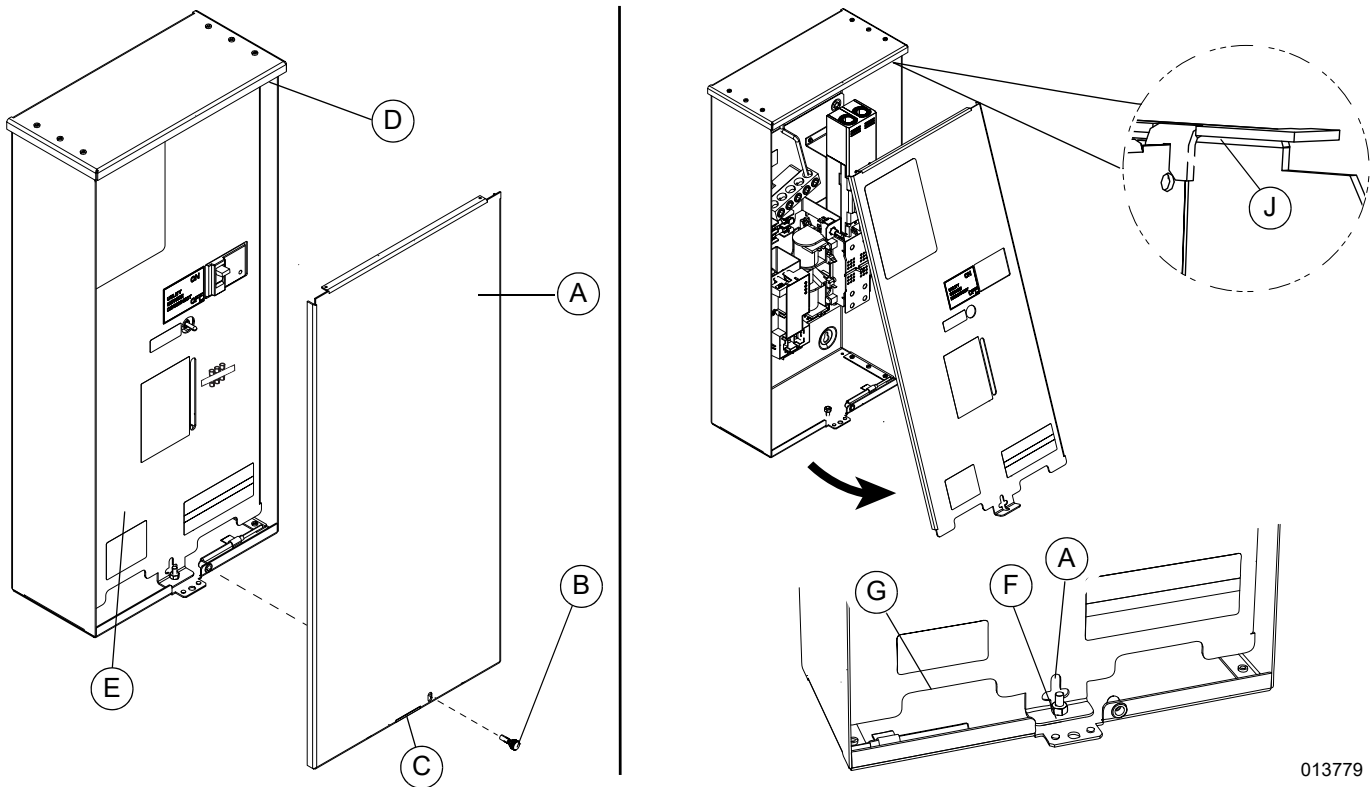

Figura 3-1. Gabinete abierto
Consulte la Figura 3-1. Primero, retire la cubierta exterior (A):
1. Retire el tornillo de mariposa (B).
2. Deslice la ranura (C) sobre la lengüeta de retención.
3. Baje la cubierta hasta que salga de la brida superior (D) y retírela del gabinete.
4. Retire el panel interior (E).